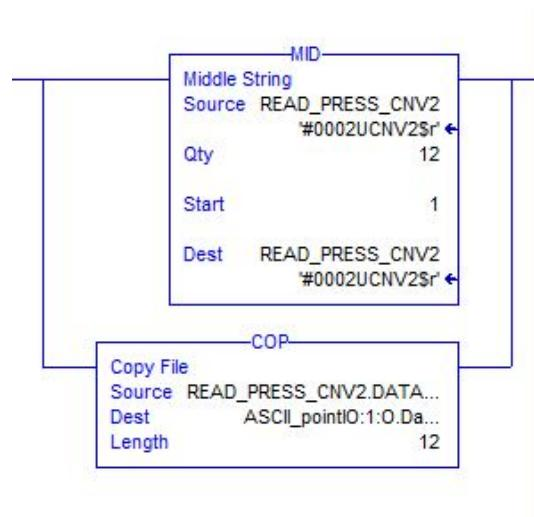

Figure 19 Sending message
1) Figure 19는 String 타입의 명령어 데이터를 만들어서 1734 ASC-232 모듈의 Tag에 할당하는 방법이다.